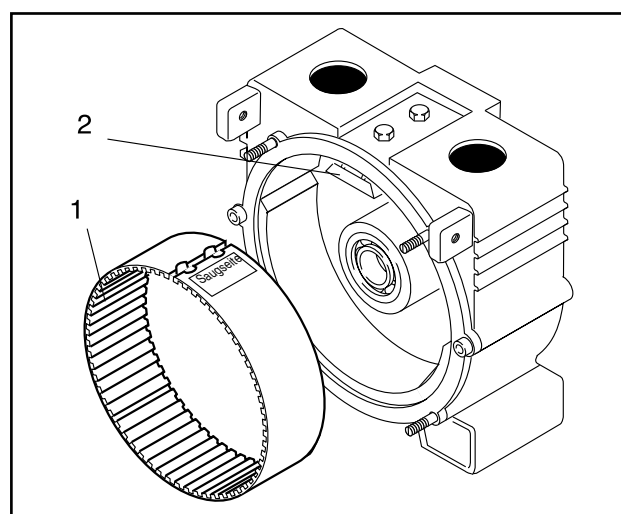

Abb. 20 Montage Trennteil
- Das neue Trennteil mit der Verzahnung nach innen in den Trennteilhalter einlegen (Abb. 20).